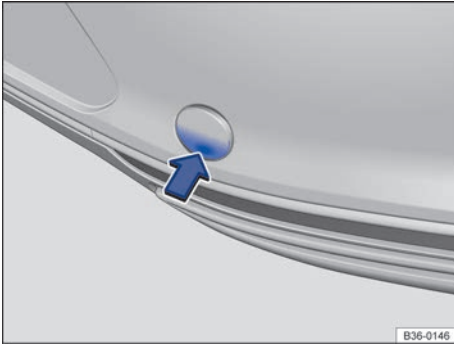

Fig. 319 En el lado derecho del paragolpes trasero: retirar la tapa.
El alojamiento de la argolla de remolque enroscable se encuentra en el lado derecho del paragolpes trasero detrás de una tapa → fig. 319. Los vehículos equipados de serie con un dispositivo de remolque **no** disponen de un alojamiento para la argolla de remolque enroscable detrás de la tapa.
- Presione sobre la zona inferior de la tapa → fig. 319 en el sentido de la flecha para desencastarla.